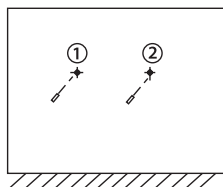
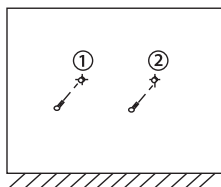

рис. 4
рис. 5
- Вставьте в просверленные отверстия дюбели (рис. 4) и закрепите винты для крепления обогревателя (рис. 5).